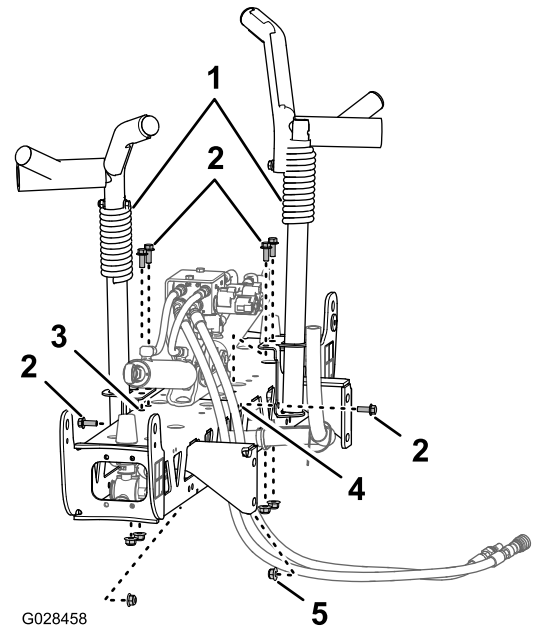
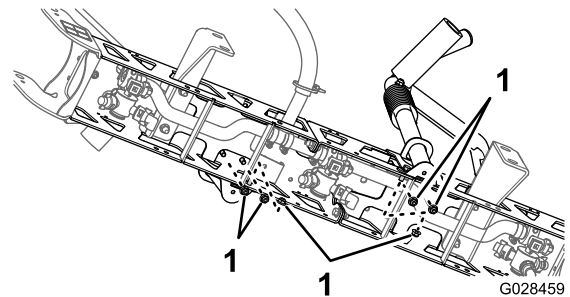

Figura 37
Figura 38
- Alinhe as cavidades de transporte da rampa com a secção da rampa central (Figura 37).
- Monte as cavidades na secção da rampa (Figura 37 e Figura 38) com seis parafusos (¾ pol. x 1 pol.) e seis porcas de bloqueio flangeadas (¾ pol.).